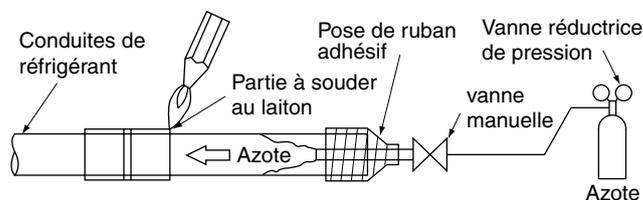

Fig. 7
- Effectuez le remplacement du nitrogène ou appliquez le nitrogène dans la tuyauterie de réfrigérant (reportez-vous à la REMARQUE 1) dans le cas de brasage (reportez-vous à la REMARQUE 2). Puis exécutez le raccordement de l'évasement à l'unité intérieure. **(Reportez-vous à la Fig. 7)**